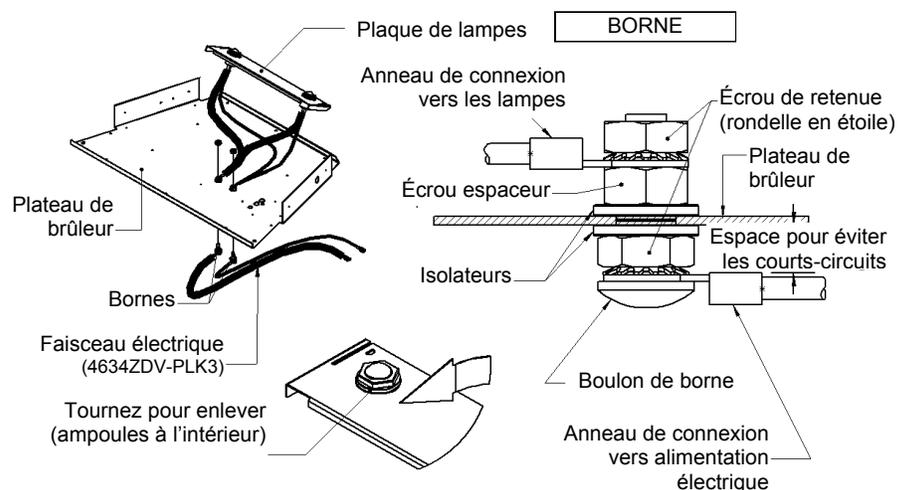

Figure 1 – Diagramme d'installation des lampes et bornes
1. Enlevez le barreau de grille (Fig. 1). Si vous utilisez des roches passez à l'étape 4.
(Fig.1)